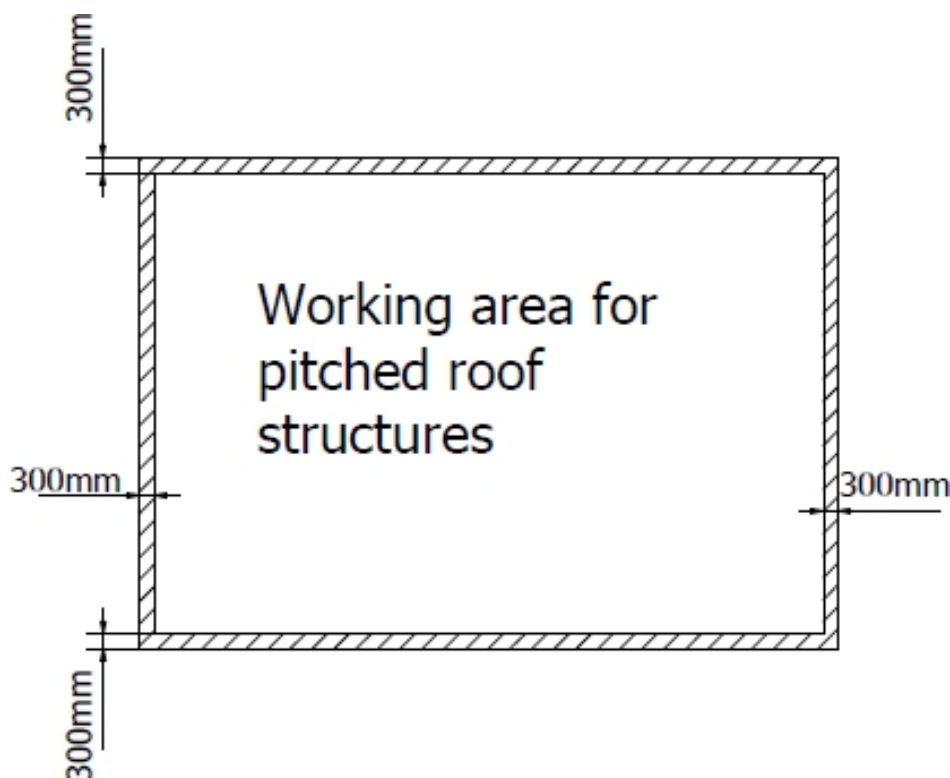

ABBILDUNG 1 Freiraum für Aufbauten auf dem Dach
1. Die Module sind so anzuordnen, dass das Auftreten von Schatten auf den Modulen minimiert oder verhindert wird. Beachten Sie, dass selbst Schatten von Bäumen oder Gebäuden den Ertrag der Module beeinträchtigen können. Bei der Montage der Anlage im Sommer ist zu beachten, dass der Schatten von Bäumen und benachbarten Gebäuden im Winter wesentlich weiter reicht. Achten Sie außerdem darauf, den Sicherheitsabstand zur Dachschalung einzuhalten – siehe Abbildung 1.